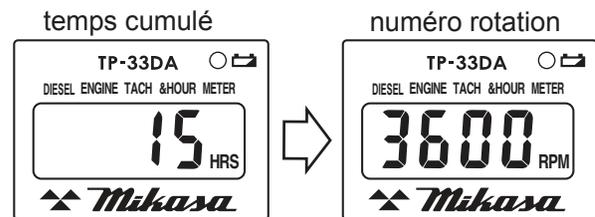

Figure 19. Horomètre/tachymètre (numéro de rotation)
10. Pendant le fonctionnement, l'horomètre/tachymètre affiche « numéro de rotation » (Figure 19).